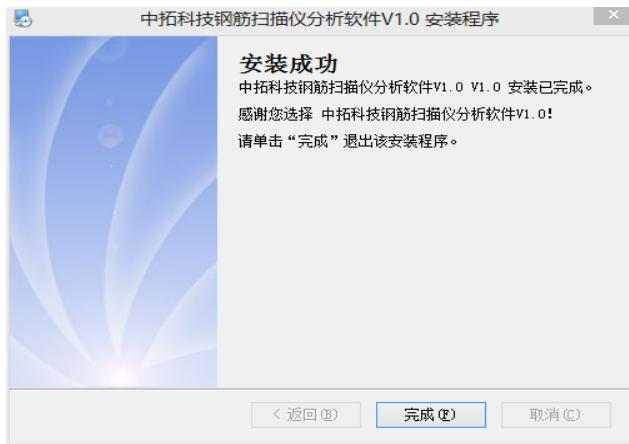

图 6-3-3
4、当显示图 6-3-3 界面时，点击**完成**程序安装完成。